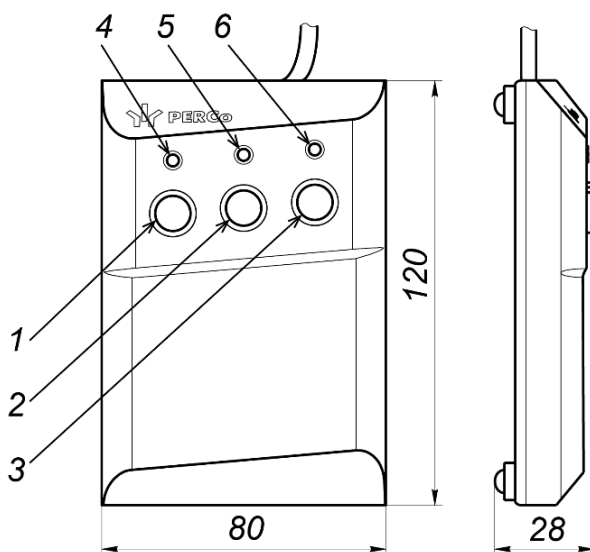
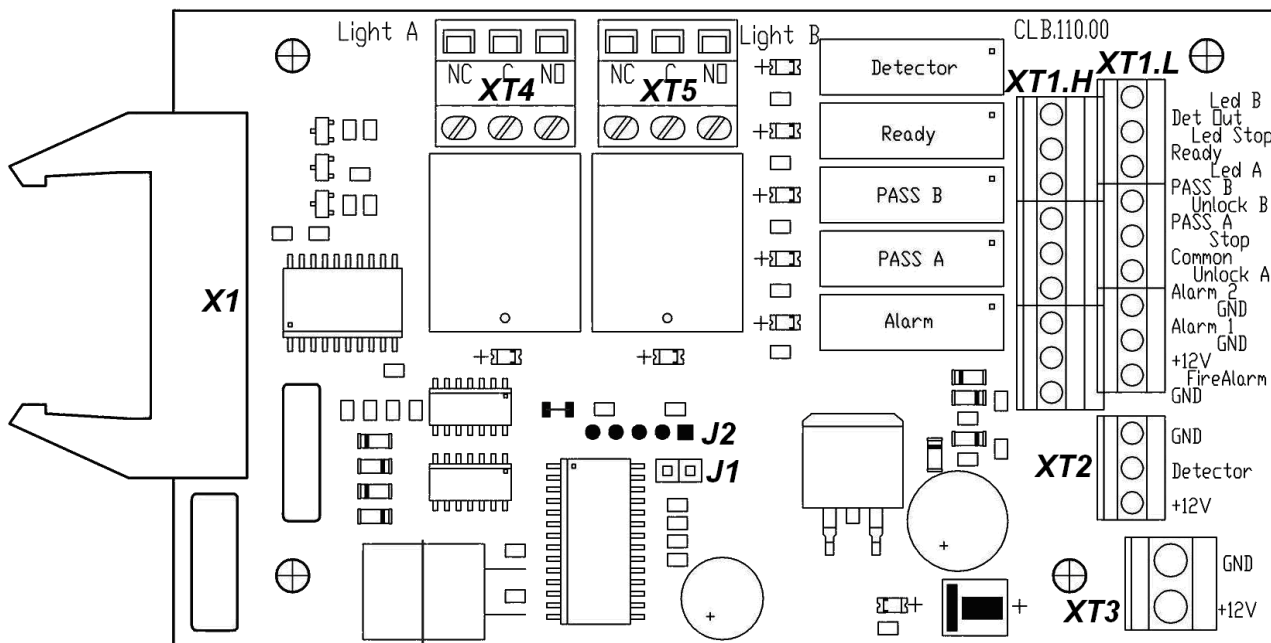

Рисунок 4. Общий вид и габаритные размеры ПДУ
Рисунок 5. Внешний вид платы управления
ПДУ (12) выполнен в виде небольшого настольного прибора в корпусе из ударопрочного АБС пластика и предназначен для задания и индикации режимов работы при ручном управлении турникетом. ПДУ подключается к плате управления гибким многожильным кабелем (13) через клеммную колодку **X71.L** (см. рис. 5). Общий вид ПДУ показан на рис.4.
На лицевой панели ПДУ расположены три кнопки для задания режимов работы турникета. Над кнопками расположены индикаторы. Средняя кнопка **STOP** предназначена для переключения турникета в режим «Запрет прохода». Левая и правая кнопки предназначены для разблокировки турникета в выбранном направлении. Изменить ориентацию ПДУ относительно установки стойки турникета (если на месте установки стойка обращена к оператору не лицевой, а тыльной стороной) можно, поменяв местами провода от ПДУ, подключаемые на контакты *Unlock A* и *Unlock B*, а также *Led A* и *Led B* соответственно (рис. 5 и 11).
На плате управления (см. рис. 5) расположены:
Выбор режима управления осуществляется снятием / установкой перемычки на разъем **J1** платы управления. Расположение разъема **J1** показано на рис. 5. При поставке перемычка установлена, что соответствует импульсному режиму управления турникетом. Для перехода в потенциальный режим управления снимите перемычку. Изменение режима управления произойдет после включения турникета.
Подключение устройства *Fire Alarm* производится к клеммной колодке **XT1.L** платы управления согласно схеме электрических соединений (см. рис. 11 и рис. 5).
Факт подачи напряжения на обмотку реле можно определить по загоранию соответствующего красного светодиода, установленного на плате управления вблизи соответствующего реле (см. рис. 5).